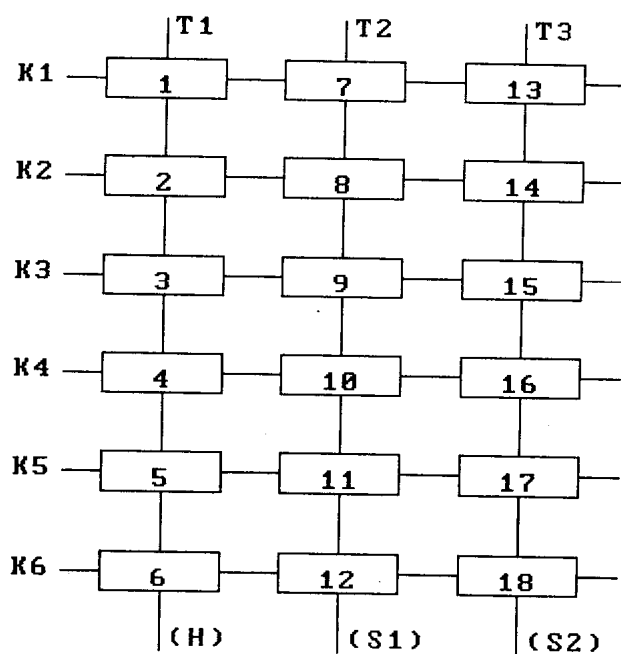

图 1-3-4 键盘图
- 键盘输入端 K1~K6 和时序输出端 T1~T3 构成 6×3 矩阵, 参见图 1-3-4。T1 列的 6 个键(1~6)可以任意组合, 共有 63 种状态。当有键按下时, 输出端 T_xOUT 产生连续输出脉冲直至松开键为止。T2 和 T3 两列的 12 个键(7~18)只能单键使用, 每按一次键且无论按下多长时间, T_xOUT 端只发射一组脉冲(两个周期)。同一行上的键(例如 1、7、13)无多键功能。若同时按下数键, 则只有一个键起作用, 其优先次序为 1、7、13。T2 和 T3 列上的键(例如 7~12)也无多键功能。若同时按下数键, 则只有一个键起作用, 其优先次序为 7~12。